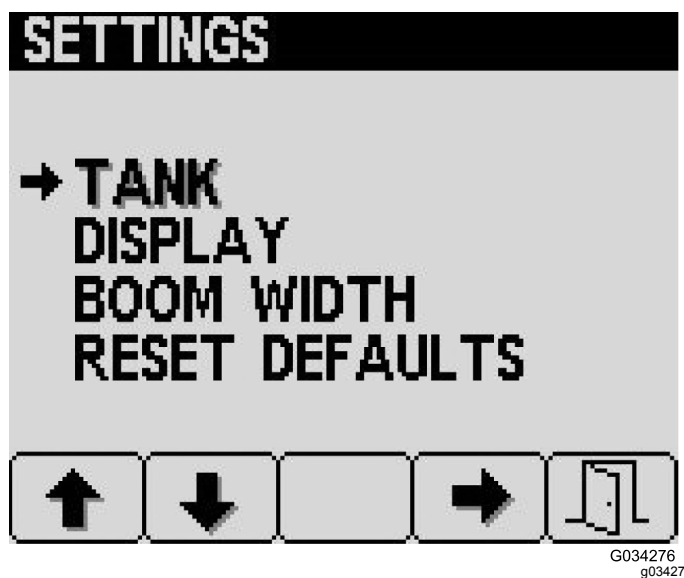

図 19
メインメニューでボタン2を何度か押して 図 16 Settings へ移動し、ボタン4で Settings を選択します 図 19。
1. ボタン 4 で Tank settings を選択する 図 19。
1. 設定画面でボタン2を何度か押して表示設定 Display Settingsへ移動し、ボタン4で Display を選択する 図 19。